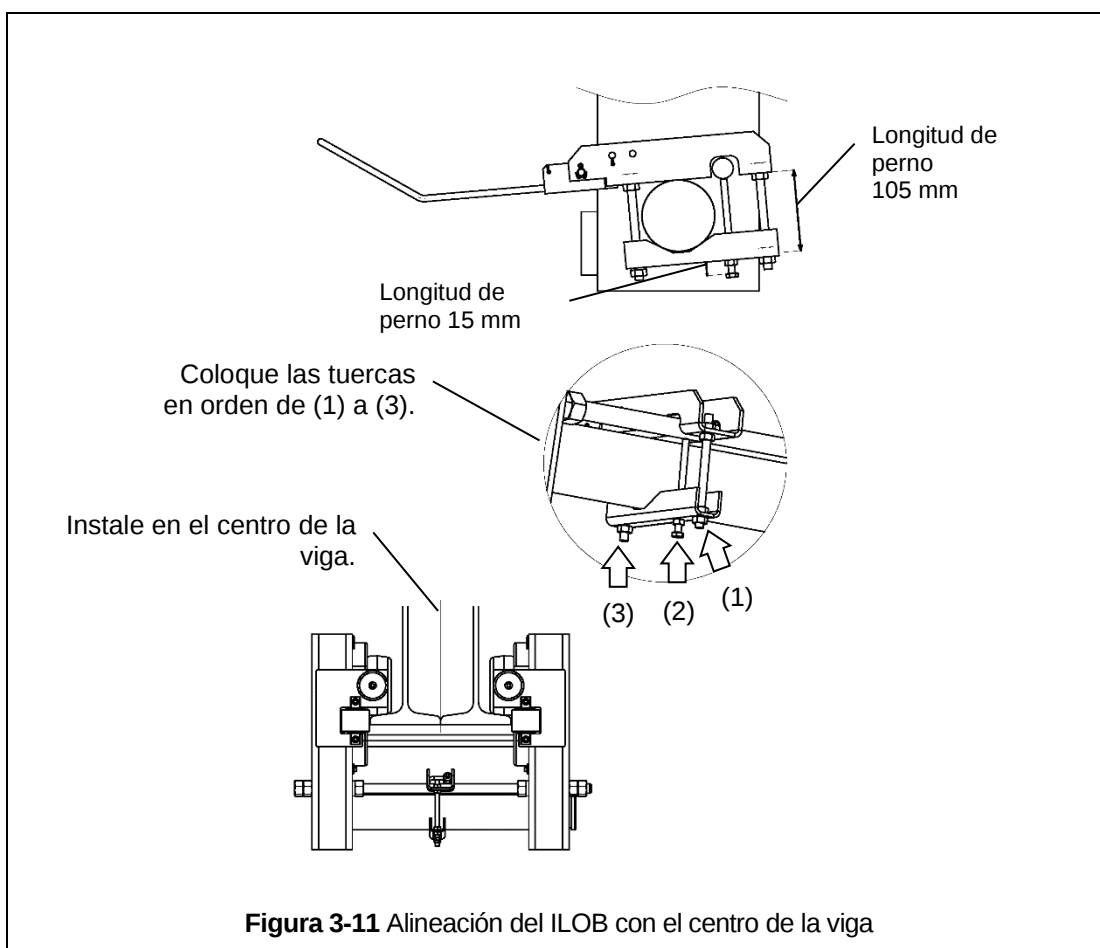

Figura 3-11 Alineación del ILOB con el centro de la viga
- 3) Apriete las dos tuercas y fije la altura del ILOB de modo que la longitud del perno (1) sea de 105 mm.
- 4) En un lugar donde la longitud del perno (2) se extienda 15 mm, apriete la tuerca y fije la longitud del perno. (Consulte la **Figura 3-11.**)
- 5) Por último, apriete firmemente la tuerca (3) y fije la posición del ILOB.